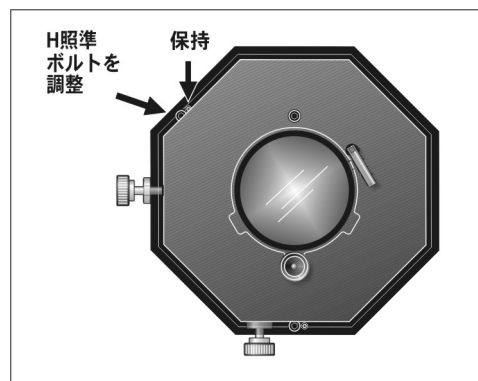

図 2-41 左右照準の調整
3. レンズへのピントが近すぎるため、映像の方向にレンズを向けるか「狙いをつけ」て、水平照準ボルトを調整します (図 2-41)。両側が均等にぼやけて見える場合は、スクリーン左側にピントを再び合わせてください。